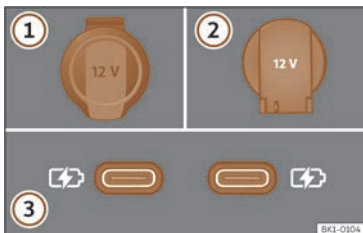

Fig. 161 Preses de corrent de 12 volts del vehicle.
>>> **fig. 161**
En funció de l'equipament i del país, el vehicle pot disposar també de connectors USB amb funció **exclusivament de càrrega o presa de corrent** >>> **fig. 161** ③.